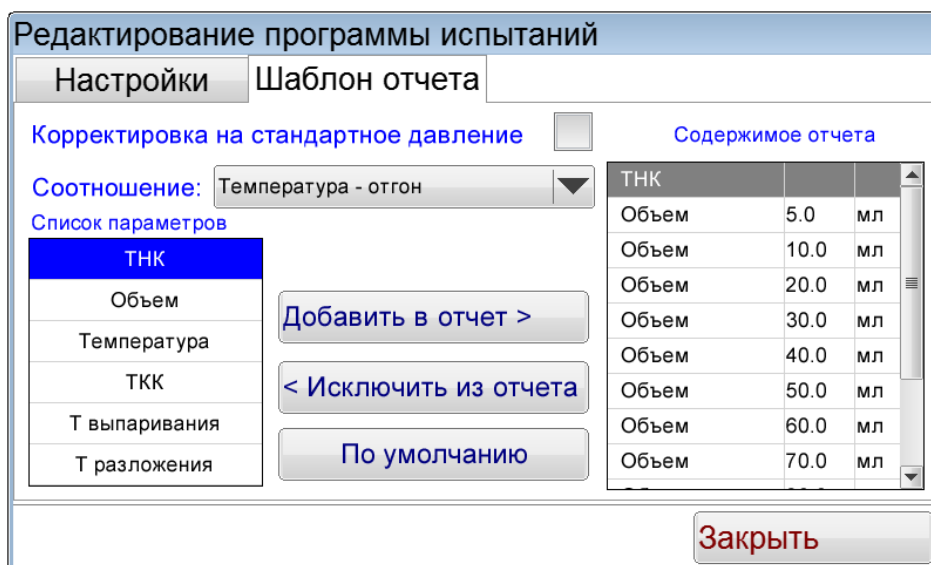

Рисунок 12 – Окно «Шаблон отчета»
- 4.5.1.8 Выбрать окно «**Шаблон отчета**» (см. рисунок 12).